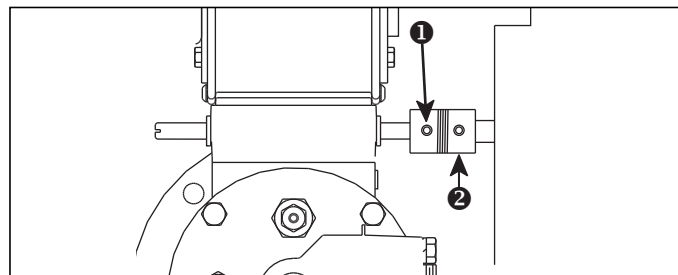

图 4.3. 配置柔性联轴器的执行器
- a. 对于配置带有固定螺钉的联轴器的空气控制执行器，如图 4.3 所示，松开位于联轴器 ② 燃烧器侧的固定螺钉 ①。
- d. 对于配置带有固定螺钉的联轴器的空气控制执行器，如图 4.3 所示，紧握蝶阀就位并拧紧固定螺钉 ②。